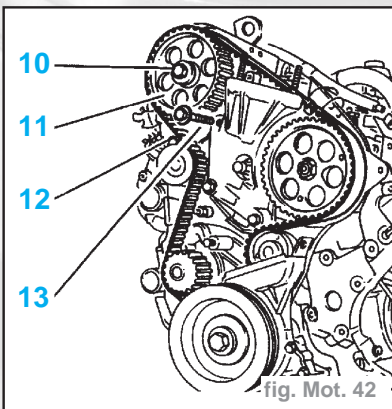

fig. Mot. 42
- Déposer (fig. Mot. 42) :
- les vis (10) du pignon d'arbre à cames,
- le pignon (11),
- les vis (12) et (13).